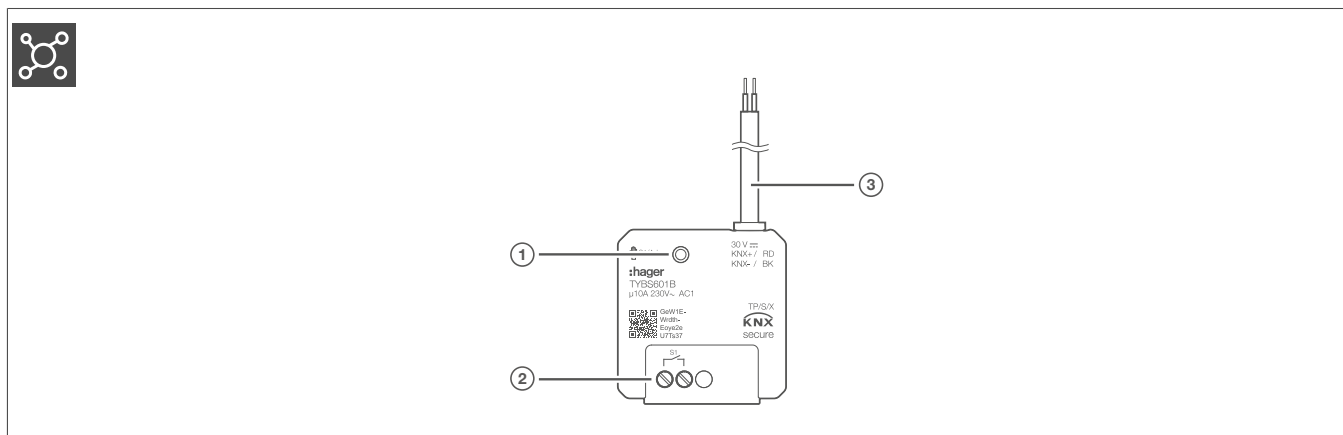

Fig. 2: Disegno e struttura del dispositivo TYBS601B
- 2 Premere il tasto di indirizzamento fisico (Fig. 2/1).